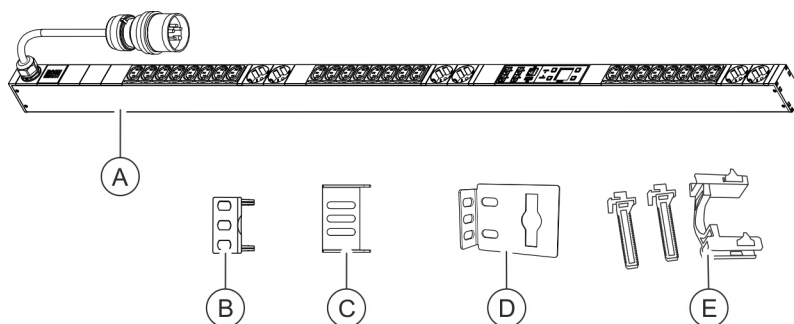

Fig. 12: Contenu de la livraison
- PDU (Voir la Fig. 12/A)
- Deux équerres enfichables pour le montage de la PDU par la face arrière (Voir la Fig. 12/B)
- Deux équerres enfichables pour le montage de la PDU par les côtés (Voir la Fig. 12/C)
- Deux équerres d'accrochage (Voir la Fig. 12/D)
- Deux kits de dispositifs d'accrochage d'appareils (C13/C19) (Voir la Fig. 12/E)